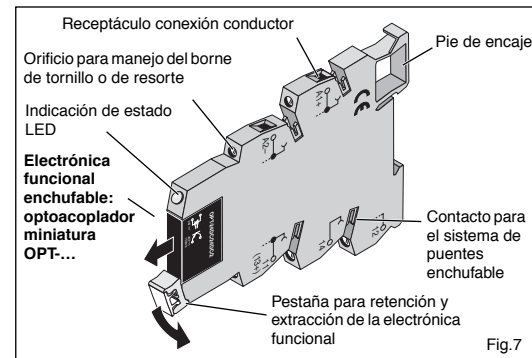

Fig.7
**4.1. optoacoplador (Fig.7/8)**